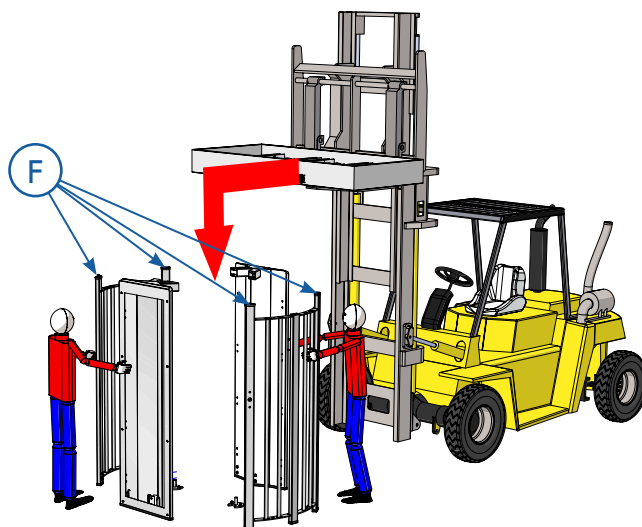

Fig. 22
Kontrollera att skydden (F) finns på de ställen där fasta paneler kommer i kontakt med takdelen. [⇒ Fig. 22]